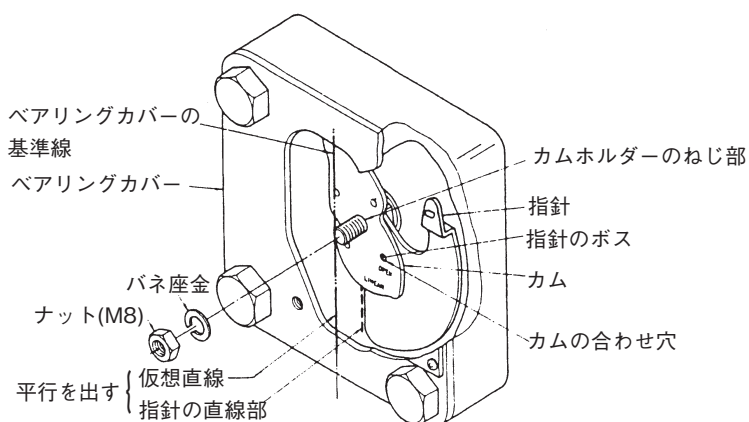

図5-14 指針およびカムの取り付け (正動作・リニアの場合)
- d) 図5-14のように、指針の直接部がベアリングカバー上の仮想直線に対して、最も平行になるように指針とカムホルダーのセレーションをかみ合わせて、バネ座金とナット (M8) で止めます。